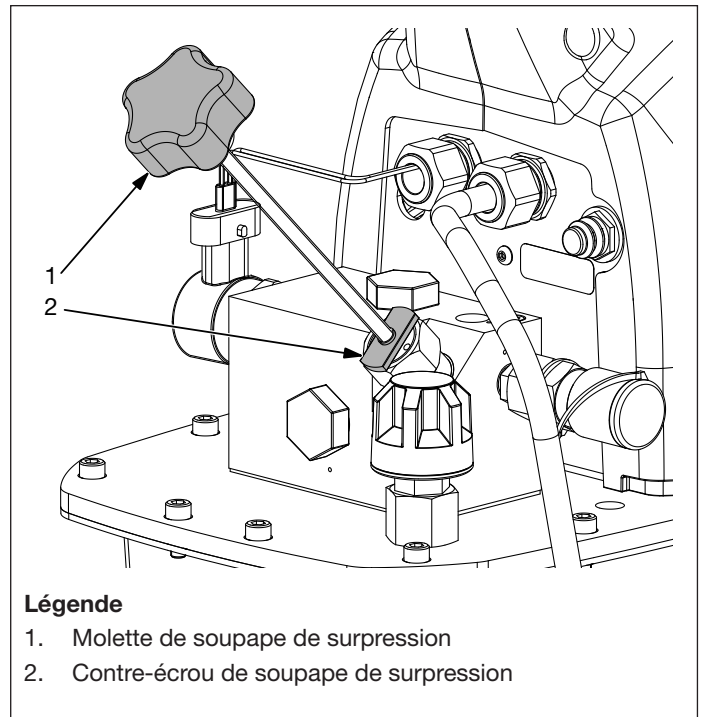

Figure 5, Soupape de surpression (réglable par l'utilisateur)
4. Desserrez le contre-écrou de la soupape de surpression pour permettre le réglage de la pression. Voir la Figure 5.
5. Tournez la molette de la soupape de surpression de plusieurs tours dans le sens inverse des aiguilles d'une montre pour que la soupape de surpression soit réglée à une valeur inférieure au réglage souhaité. Voir la Figure 5.